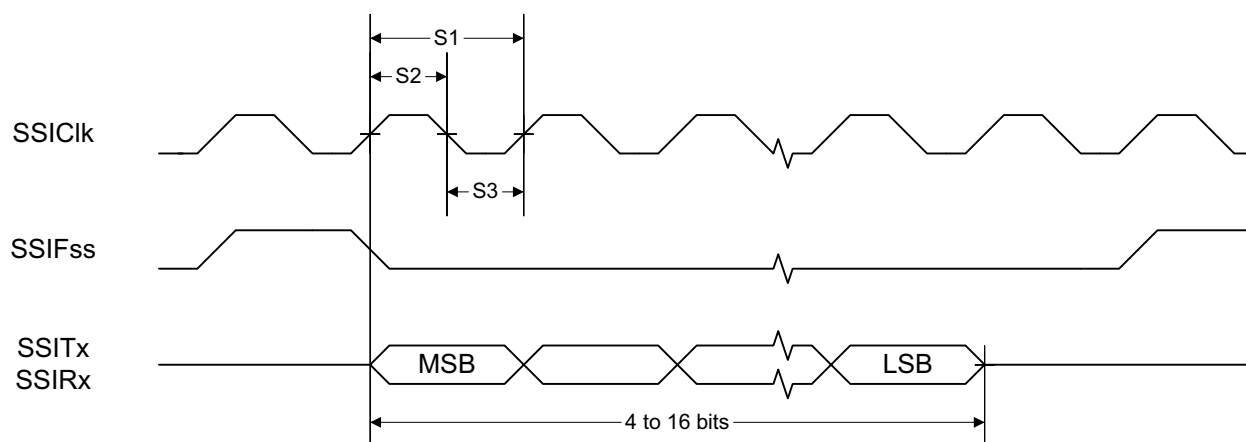
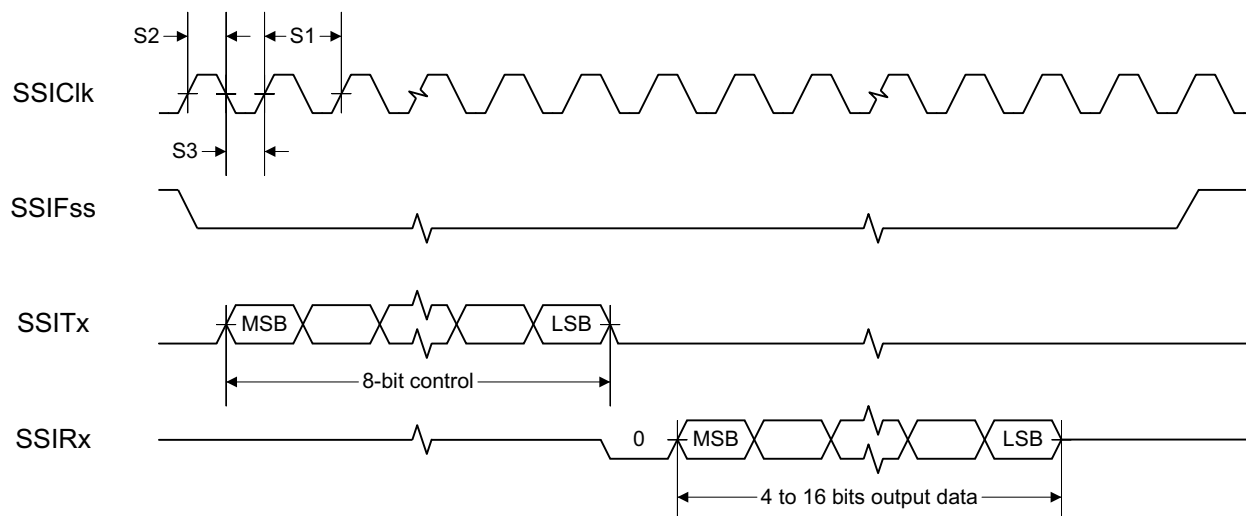
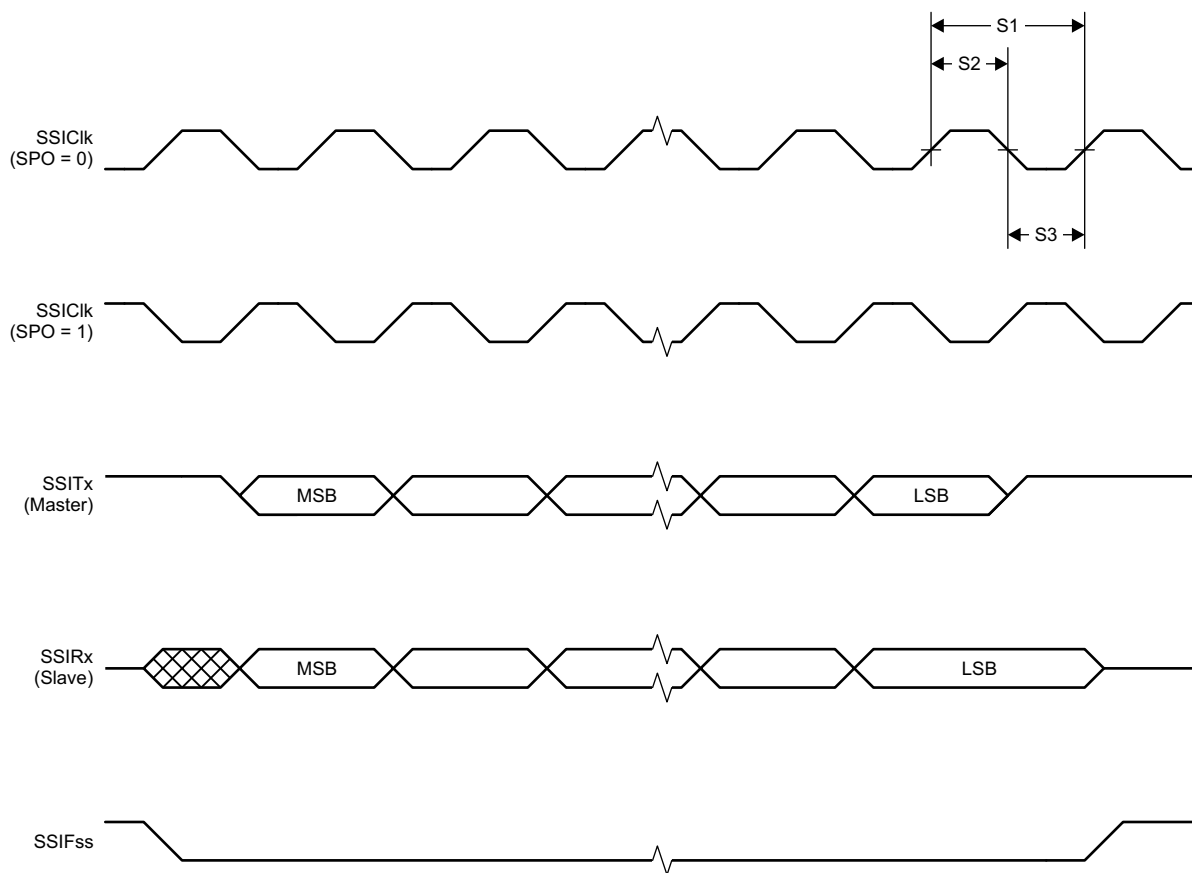

図 7-1. TI フレーム フォーマット (FRF = 01) の SSI のタイミング、シングル転送タイミング計測
図 7-2. MICROWIRETI フレーム フォーマット (FRF = 10) の SSI のタイミング、シングル
図 7-3. SPI フレーム フォーマット (FRF = 00) の SSI のタイミング、SPH = 1
- (1) SSI のタイミング図 図 7-1、図 7-2、および図 7-3 を参照してください。
(2) TI が提供するパワー ドライバを使用する場合、SSI システム クロックは常に 48MHz になります。